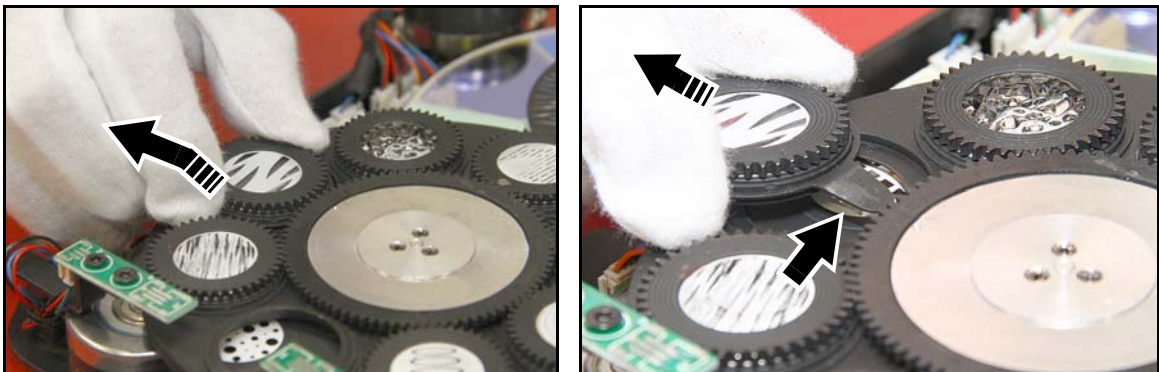

Bild 16: Entfernen eines Gobohalters
9. Siehe Bild 16. Wenn die Referenzmarkierungen ausgerichtet sind, heben Sie die Außenkante des Gobohalters leicht an und ziehen Sie den Gobohalter aus dem Goborad heraus. Beachten Sie, wie die Gobohalterzunge (Pfeil) in einer Aussparung im Gobo-Antriebsrad eingreift. Sie müssen den Gobohalter mit der Zunge in der gleichen Position im Antriebsrad neu installieren.